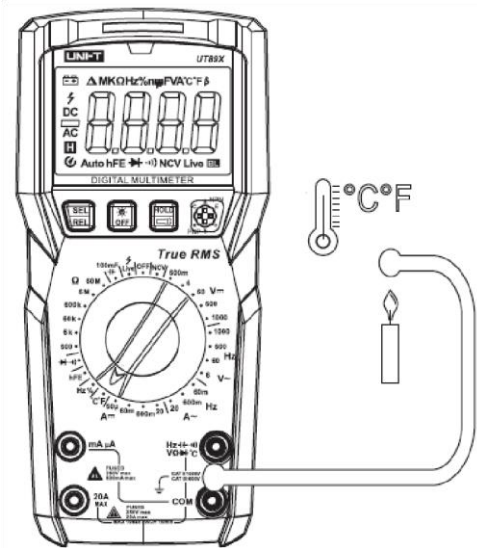

Рисунок 10
9.8 температуры (только UT890X) (Рис.10) 1)